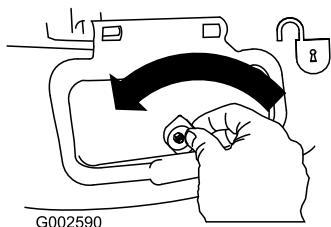

Figure 27
1. Déverrouillez le volet d'éjection latérale (Figure 27).